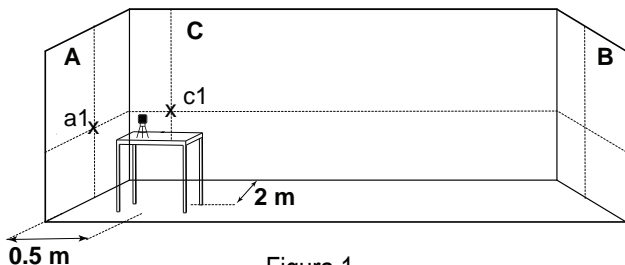

Figura 1
5) Marque na parede A o ponto de intersecção como a1 e na parede C marque o ponto de intersecção como c1 (ver figura 1).